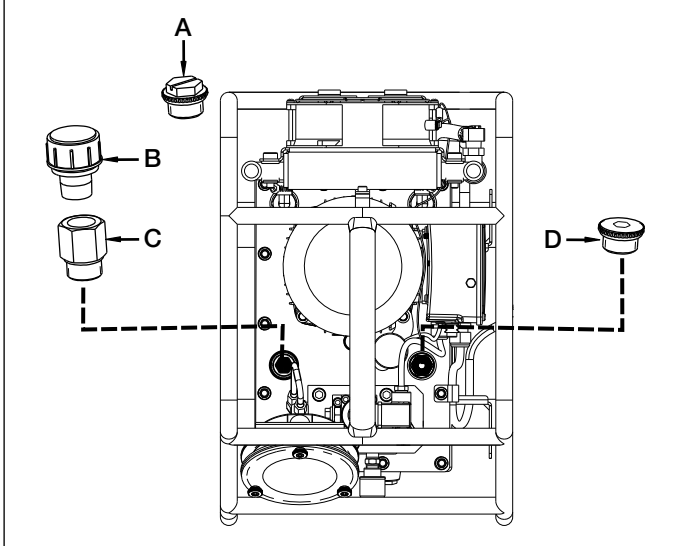

Abb. 1, Behälterentlüfter und Ölfüllstopfen
Siehe Abb. 1. Eine Transportsicherung (A) ist am Entlüfteranschluss oben auf dem Behälter angebracht. Ersetzen Sie vor der Verwendung der Pumpe die Transportsicherung (A) durch den Behälterentlüfter (B) und die Adapterverschraubung (C).
Prüfen Sie den Ölstand der Pumpe vor dem Starten. Der Behälter ist voll, wenn der Ölstand bis zur oberen Linie des Sichtglases geht, wie in Abb. 2 dargestellt. Fügen Sie, falls nötig, Öl hinzu, indem Sie den Ölfüllstutzen (D) aus dem Füllrohr entfernen, wie in Abb. 1 dargestellt. Verwenden Sie Enerpac HF-Öl (ISO Güteklasse 32).